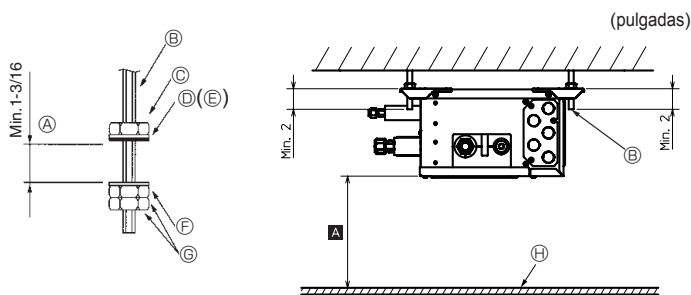

Fig. 6-1
- (2) Fije las arandelas y tuercas (①, ②, adquiridas localmente) a los pernos de suspensión. (Fig. 6-1)
- (3) Cuelgue la unidad de los pernos de suspensión.
- (4) Apriete completamente las tuercas (compruebe la altura del techo).
- (5) Utilice un nivel para alinear la caja de derivación horizontalmente.
- (A) Cuando la unidad esté colgada y las tuercas fijadas